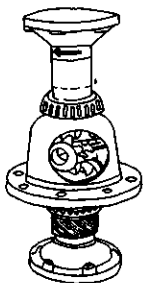

图 3-107 安装行星齿轮
2) 将行星齿轮放在适当的位置上,接着转动半轴凸缘使行星齿轮进入差速器壳中,如图 3-107 所示。